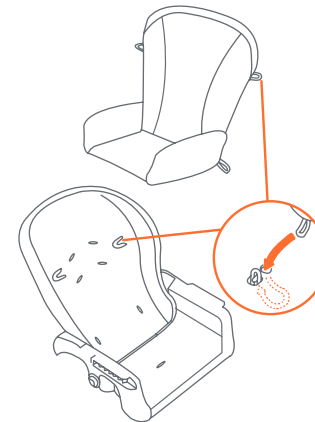

Fig. 7a
- 7) • Sujete con un lazo la aleta de la parte posterior de la almohadilla a la parte superior del respaldo del asiento. Sujete la almohadilla del asiento al respaldo del asiento con dos lazos elásticos. Éstos se ajustan a las lengüetas de sujeción ubicadas cerca de las ranuras superiores del arnés (Fig. 7a).